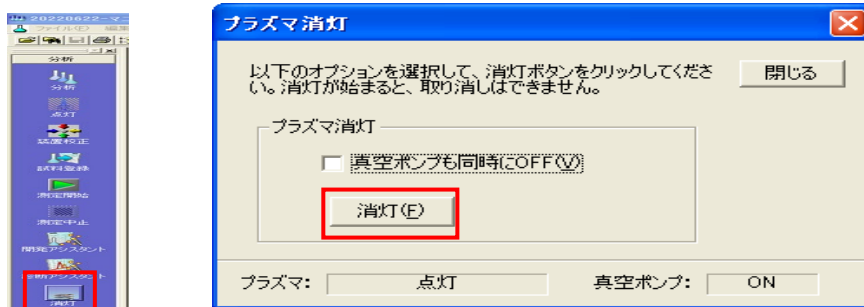

図 78
- ① アシスタントバーの「消灯」をクリックします。 図 78
- ② プラズマ消灯画面の「消灯」をクリックします。